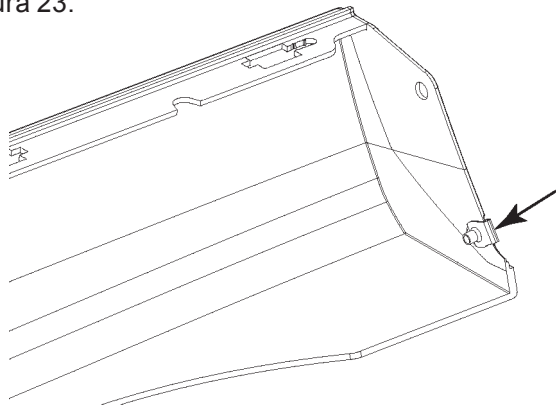

FIGURA 23
7. Introduzca 1 tuerca en U en el agujero inferior del revestimiento de la plancha de base delantero. Consulte la figura 23.